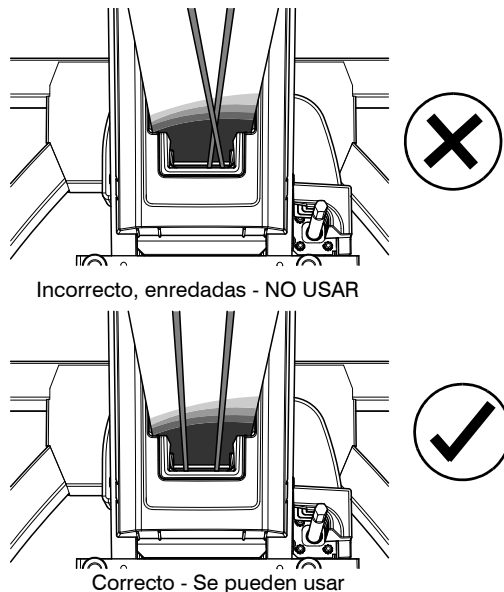

Figura 6-4. Alineación de las cuerdas a través del carruaje
3. Verificar que la cuerda está en la ubicación correcta en el carruaje. (Figura 6-4.).
5. Volver a verificar la alineación correcta de la cuerda (Figura 6-3. y Figura 6-4.). Ambas cuerdas deben estar tensas. Si las cuerdas no están tensas, comunicarse con el Centro de servicio autorizado de JLG.
7. Realizar todas las revisiones previas al funcionamiento antes del uso posterior de la máquina. También, retirar la plataforma y volver a verificar la alineación de las cuerdas según la Figura 6-3. y la Figura 6-4. después de la primera elevación, la cual no debe ser más alta que 1 m (3 ft). Asegurarse que ambas cuerdas están tensas y que permanecen en esa condición todo el tiempo.